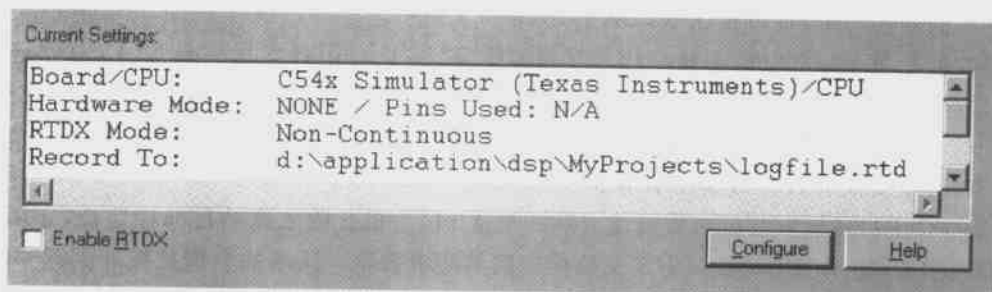
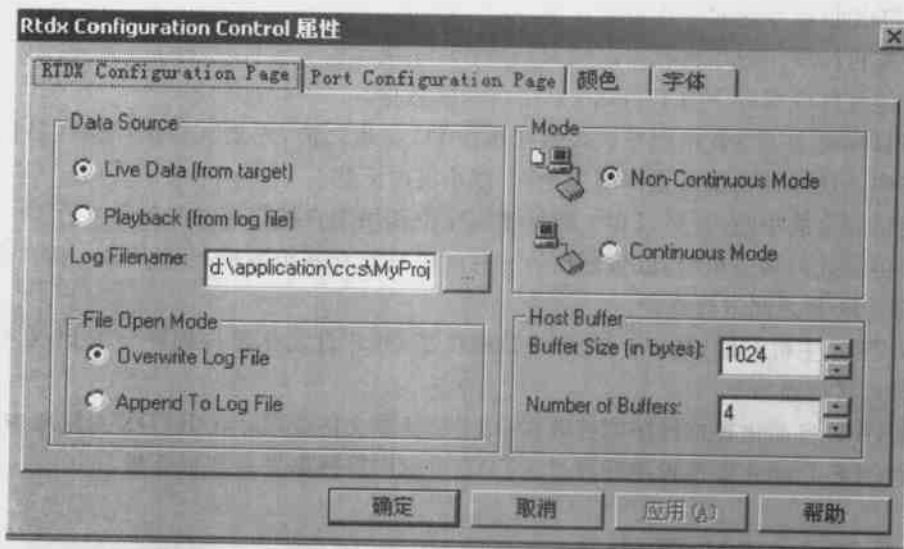
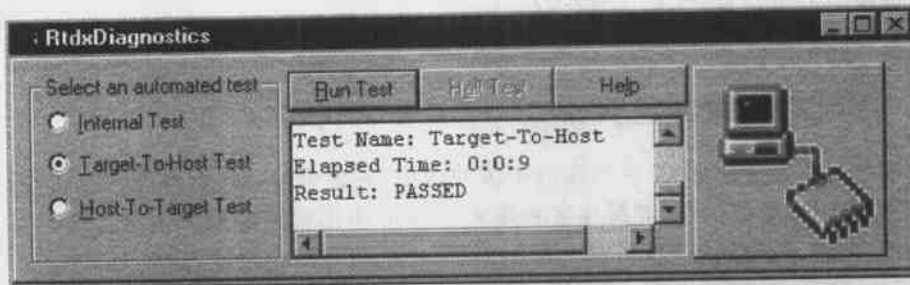

图 8.2 当前 RTDX 配置窗口
图 8.3 RTDX 配置属性设置窗口
图 8.5 诊断控制窗口
可以通过以下步骤在 CCS 中打开 RTDX 主配置控制窗口:在 CCS 中选择菜单命令 Tools → RTDX → Configuration Control,弹出如图 8.2 所示的当前 RTDX 配置窗口,可以观察当前 RTDX 的配置。
需要使能/禁止 CCS 从 DSP 目标系统处理或传输数据,只须在如图 8.2 所示的 Enable RTDX 栏前面打上或者去掉“√”即可。
- (1) 禁止 RTDX 功能。
- (2) 在如图 8.2 所示的配置窗口中单击 Configure 按钮,弹出如图 8.3 所示的 RTDX 配置属性设置窗口。
在 CCS 中,选择菜单命令 Tools→RTDX→Diagnostics Control,将弹出如图 8.5 所示的诊断控制窗口。
- (1) 在 CCS 中选择菜单命令 Tools → RTDX → Configuration Control。
- (2) 在出现的如图 8.2 所示的当前 RTDX 配置窗口中,使能 RTDX 功能。
- (3) 在 CCS 中选择菜单命令 Tools → RTDX → Diagnostics Control。
- (4) 在出现的如图 8.5 所示的诊断控制窗口中,选择下面的三种测试之一进行测试:
- (5) 单击 Run Test 按钮,当测试结束时,测试结果将会出现在状态窗口中。
- (1) 在 CCS 中,执行菜单命令 Tools → RTDX,将弹出如图 8.2 所示的当前 RTDX 配置窗口。
- (2) 在 RTDX 状态栏的下拉列表中,选择 RTDX Disable 项。单击 Configure 按钮,将弹出如图 8.3 所示的 RTDX 配置属性设置窗口。单击 General Settings 栏,增大或减小 Main Buffer 值,单击 OK 按钮确认即可。